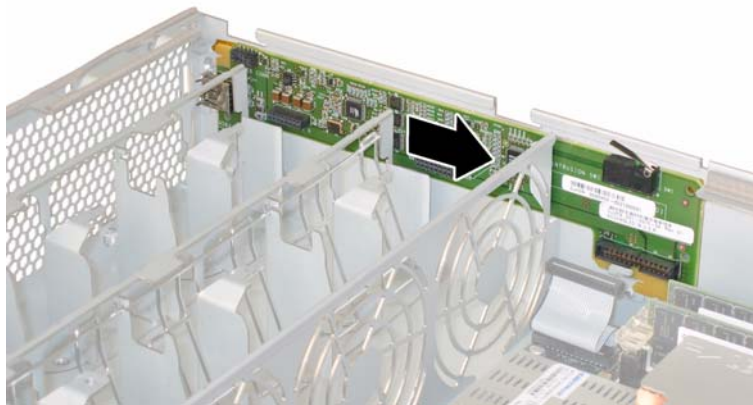

図 4-29 前面 I/O ボードのシャーシ固定タブからの取り外し
12. 前面 I/O ボードをシャーシ背面に向かって約 0.25 インチ (6mm) 静かに押し、左右の下隅にある 2 つの固定タブからボードを外します。図 4-29 を参照してください。